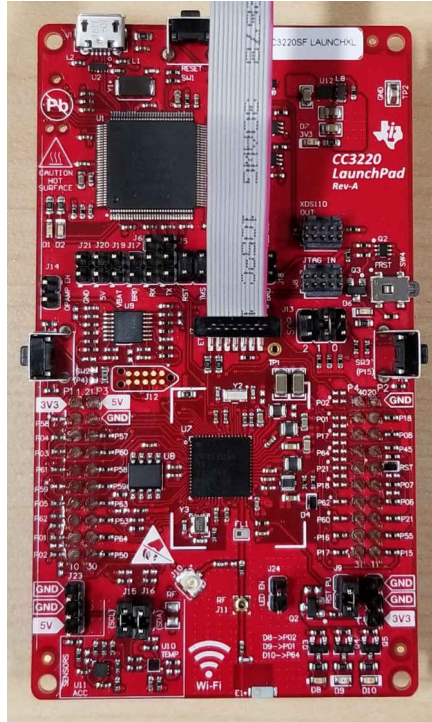

图 2-19. XDS110 ETHDR 连接到 CC3235 SF 器件
- c. 将 14 引脚辅助电缆连接到 J7，如图 2-19 所示。